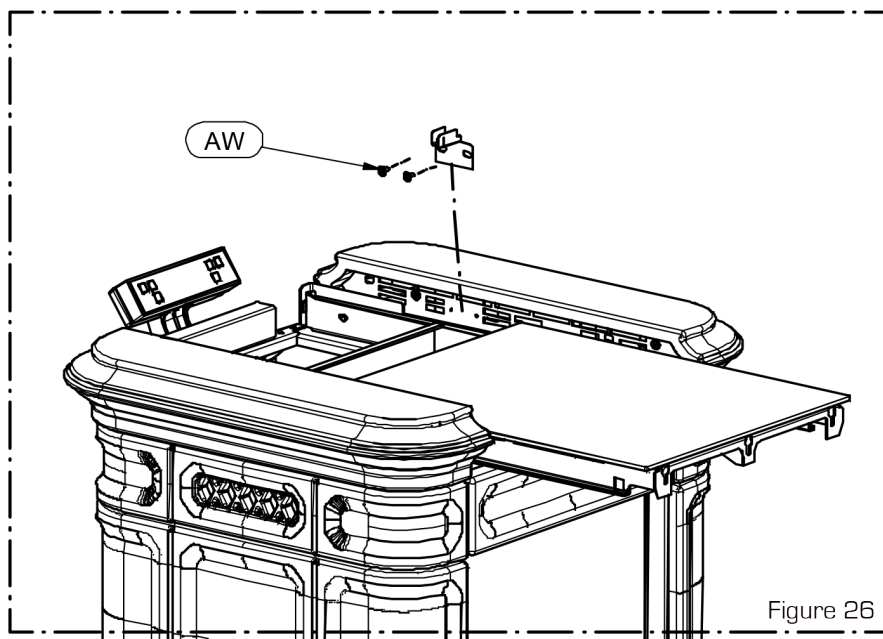

Figure 26
- Ouvrir le réservoir à pellets et fixer les 2 équerres avec les vis AW (Figures 26, 27 et 28)